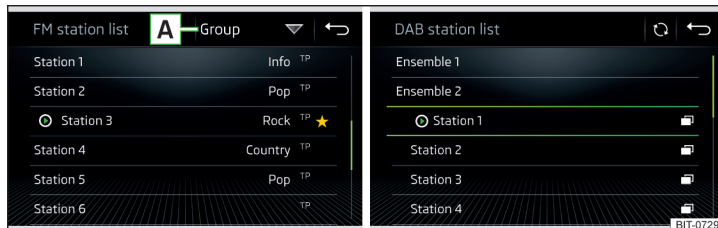

Fig. 164 Exemplu de listă a posturilor de radio FM / DAB disponibile
- ▶ Pentru **sortarea** (FM) posturilor de radio în ordine alfabetică, după grupă sau gen, atingeți suprafața de comandă funcții [A] » fig. 164 » 📖.
- Pentru **filtrarea** posturilor în funcție de tipul programului (de ex. cultural, muzical, sportiv etc.), atingeți în lista de posturi FM¹⁾ și DAB²⁾ suprafața de comandă funcții **A** » fig. 164.
- Pentru actualizarea **manuală**, atingeți suprafața de comandă funcții. » fig. 164.